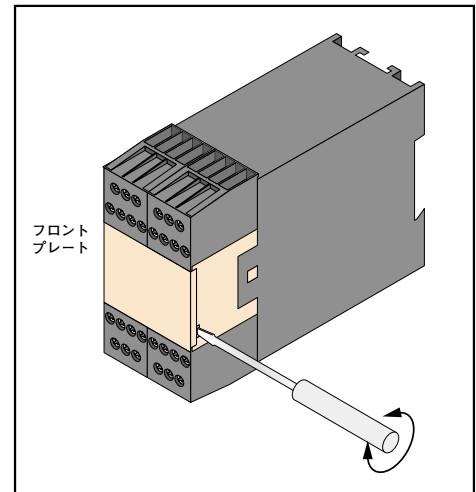

Fig.5 ドライバーを使用し、カバーをハウジングから引き上げる
フロントカバー下のモジュールハウジング内の2ヶ所の独立したDIPスイッチをAuto Resetに設定し(page 10、11のFig.5、6参照)、リセットスイッチの代わりに端子X1-X2のリセット入力をジャンパーすることによって(page 6のFig.2参照)、非常停止セーフティモジュールをオートリセットに設定することができます。
DIPスイッチとセレクタースイッチは、フロントプレート下のハウジング内に位置します。スイッチ設定の前に、電源を切ってください。右側のスロットにドライバーを挿入し、フロントプレートを引き上げると外れます (Fig.5参照)。ロータリー式の遅延時間設定用セレクターの矢印の部分に小さなドライバーを挿入し、必要な位置まで回してください。また、DIPスイッチも小さなドライバーを使用して設定してください。
- 3) 非常停止モジュールのフロントカバーを外します (page 10のFig.5参照)。